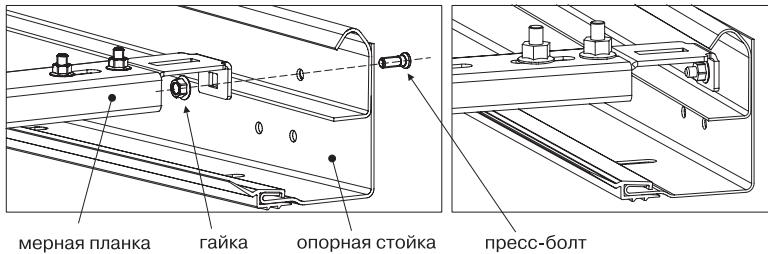

Рис. 7.6. Установка мерной планки
- Закрепить мерную планку к опорным стойкам (рис. 7.6), для чего выполнить следующие операции: